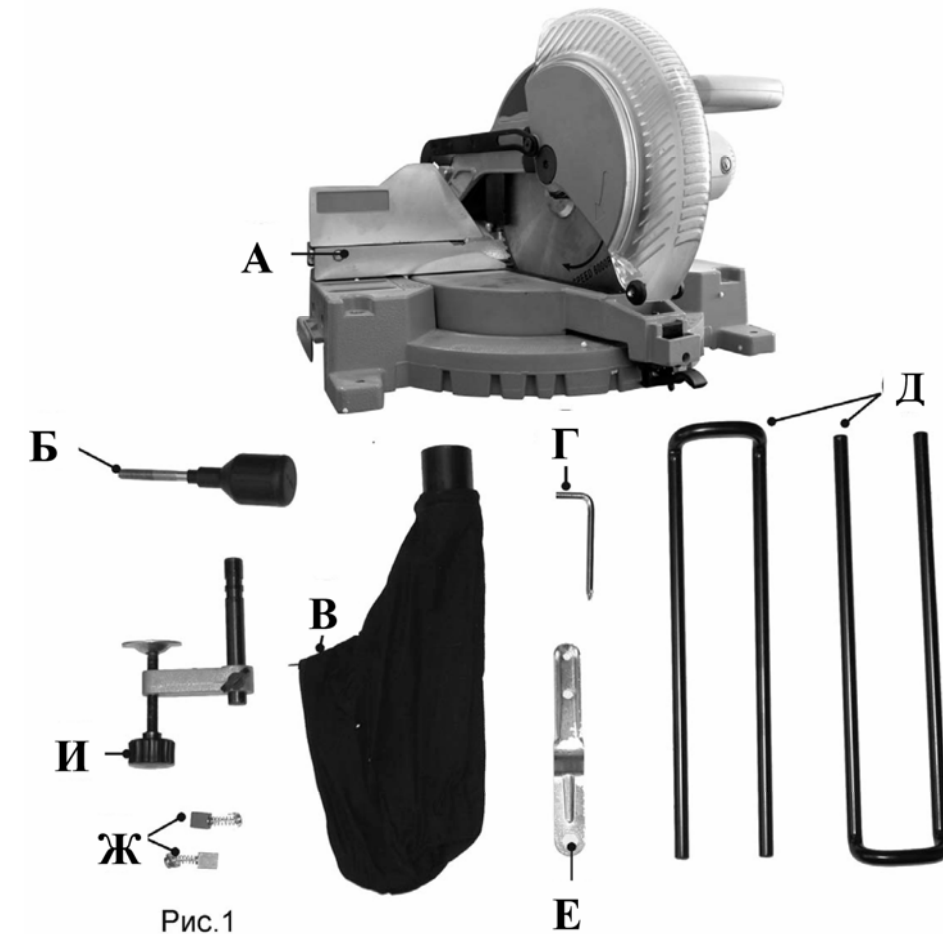

Рис.1
4. КОМПЛЕКТНОСТЬ (Рис. 1)
- исправность и подвижность защитного кожуха (6), Рис.1;
- ручку фиксации угла наклона пилы (15), Рис.1, ручку фиксации поворотного стола (11), Рис.1, (должны быть затянуты).